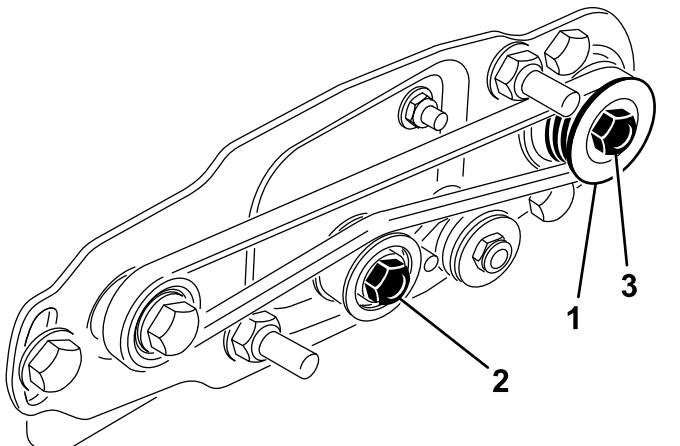
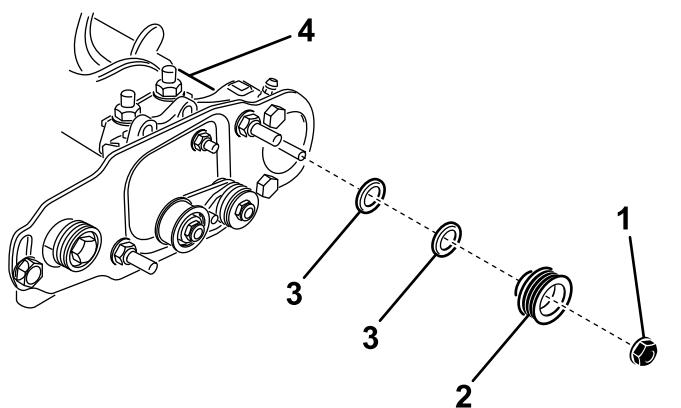

Рисунок 39
Рисунок 40
1. Ведомый шкив (на валу щетки катка) можно переместить внутрь или наружу (Рисунок 39). Отметьте, в какую сторону необходимо сместить шкив.
2. Вращая барабан, который будет вращать ведущий шкив, снимите с помощью рычага ремень с ведущего шкива (Рисунок 39)
3. Отверните контргайку крепления ведомого шкива к валу щетки (Рисунок 39 или Рисунок 40). Установите ключ 1/2 дюйма на плоские грани вала, чтобы предотвратить его вращение.
4. Снимите ведомый шкив с вала (Рисунок 40).
5. Если необходимо сместить шкив наружу, добавьте одну проставку толщиной 0,8 мм (Рисунок 40).